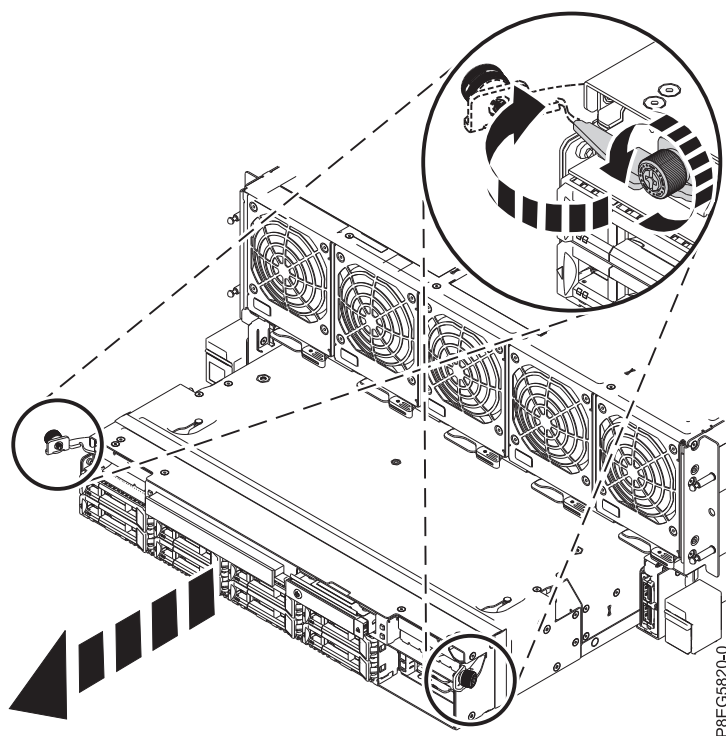

Figura 10. Removendo o conjunto RAID do sistema
2. Gire os parafusos de aperto manual no conjunto RAID para afrouxá-los, conforme mostrado em Figura 10.